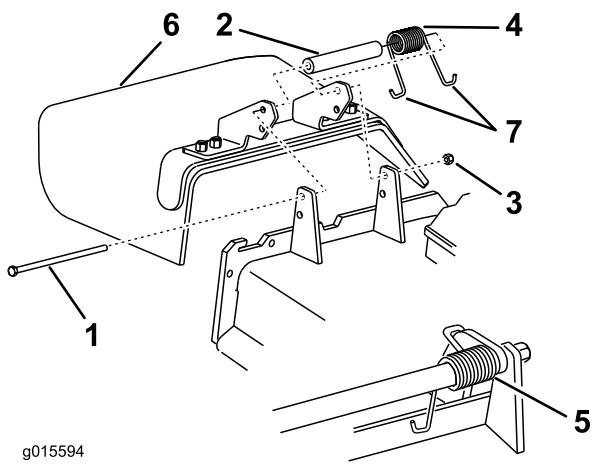

Figure 22
1. Retirez le contre-écrou, le boulon, l'entretoise et le ressort qui fixent la goulotte d'éjection latérale au plateau de coupe (Figure 22).